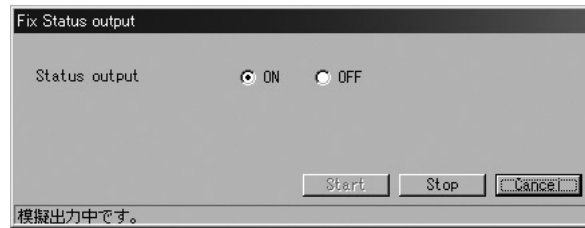

図90
- ④ 「OK」ボタンをクリックすると設定した模擬出力状態が出力されます。この模擬出力中は図90のように“模擬出力中です。”というメッセージが表示されます。